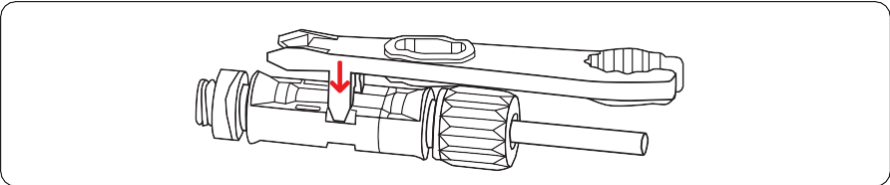

Figura 8.1 Rimozione del connettore di input DC
Step 1: Scollegare tutti i cavi dall'inverter, compresi i cavi di comunicazione, i cavi di alimentazione in ingresso DC, i cavi di alimentazione in uscita AC e i cavi PGND, come mostrato nella Figura 8.1.